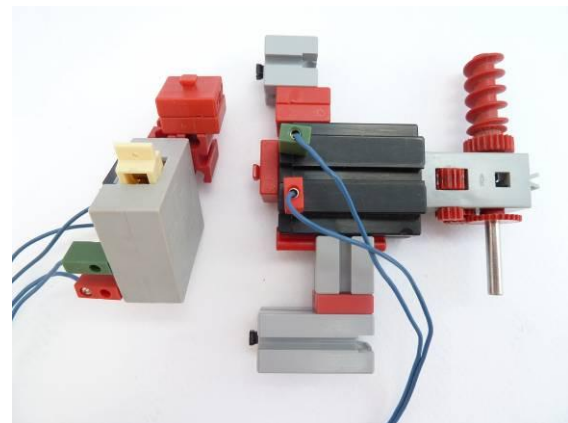

Abb. 20: Motorisierung
- **Motorisierung:** Mit geringem Aufwand kann das Modell motorisiert werden (Abb. 20). Der Polwendeschalter wird unmittelbar am Jahreszähler angebracht und von den Noppen des Z40 geschaltet. So läuft das Planetarium einstellbare sieben Jahre immer wieder vor und zurück.